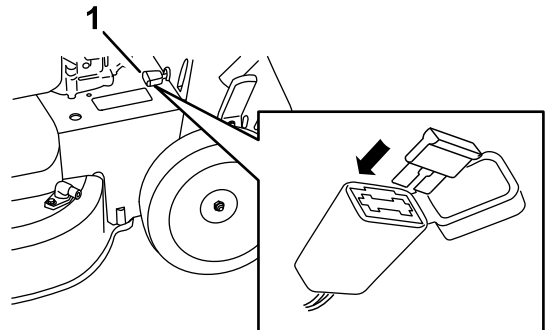

Bild 37
1. Öffnen Sie die abgedichtete Sicherungsfassung und wechseln Sie die Sicherung aus (Bild 37).